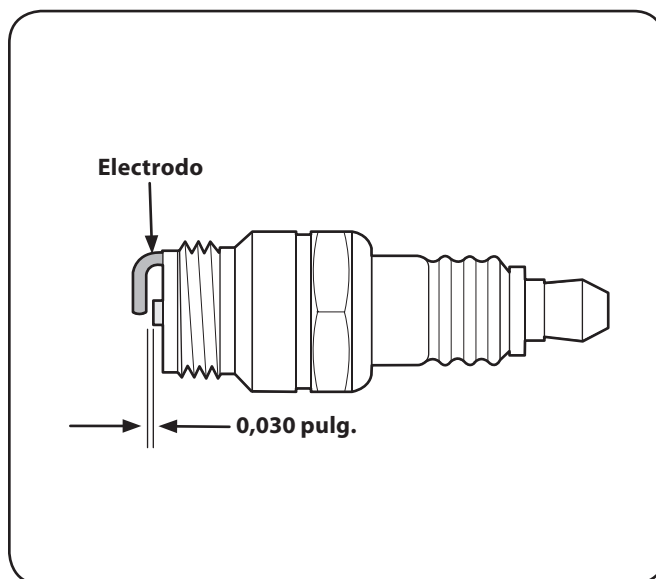

Figura 6-26
3. Mida la separación de bujía con un calibrador. Corrija de ser necesario torciendo el electrodo lateral. Vea la Figura 6-26. La separación debe establecerse en 0,030 pulg.